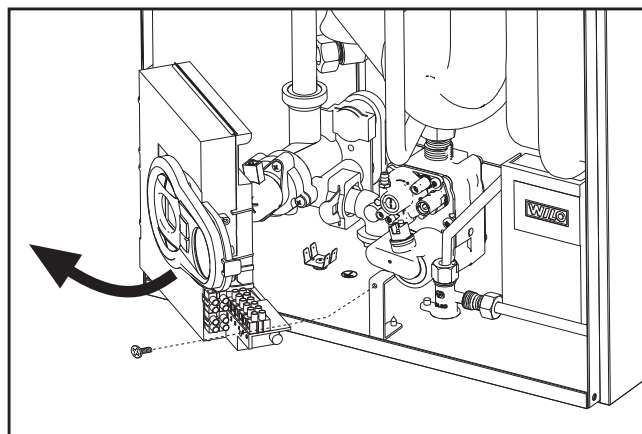

fig. 22
2. Desfaceți șurubul și rotiți panoul de comandă (vezi fig. 22).